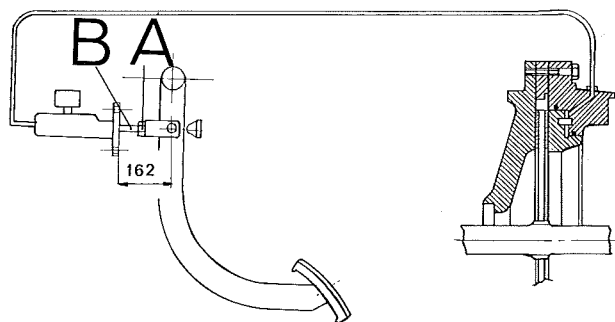

Fig. 175 - Ensemble des commandes à transmission hydraulique des freins à disque du tracteur **TIGER 100**.
- Pour obtenir un freinage, sur chacune des deux roues arrière, efficace et complètement indépendant il est nécessaire que la distance entre le plan de fixation de la pompe et le centre du trou de la fourchette soit de 162 ± 3 mm (voir fig. 175); dans le cas contraire desserrer l'écrou A et agir sur le tirant de réglage B.